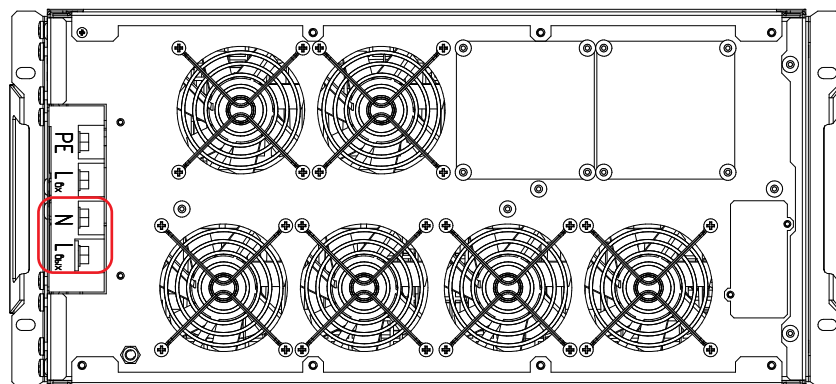

Рисунок 30. Стабилизаторы Штиль IS12000RT и IS15000RT. Выводы «N-Lвых» (расположение выводов «N-Lвых» у стабилизатора IS20000RT аналогично)
- у моделей IS12000RT, IS15000RT и IS20000RT к выводам «N-Lвых» (рисунок 30).